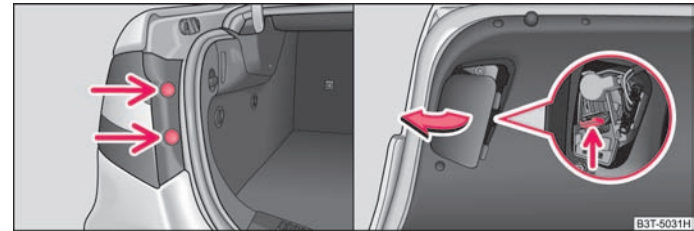

Abb. 219 Ausbau des äußeren Teils der Heckleuchteinheit / Ausbau des inneren Teils der Heckleuchteinheit
- Nehmen Sie die Stopfen ⇒ Abb. 219 - links heraus und schrauben Sie mit einem Torx-Schlüssel die Heckleuchteinheit ab¹⁾.
- Schrauben Sie die Heckleuchteinheit fest und drücken sie die Stopfen ein ⇒ Abb. 219 - links.
- Nehmen Sie die Abdeckung der Heckleuchteinheit an der Innenseite der Gepäckraumklappe ab ⇒ Abb. 219 - rechts.
- Drücken Sie die Federfalle → Abb. 219 - rechts und nehmen Sie den Lampenhalter aus dem Gehäuse der Heckleuchteneinheit heraus.